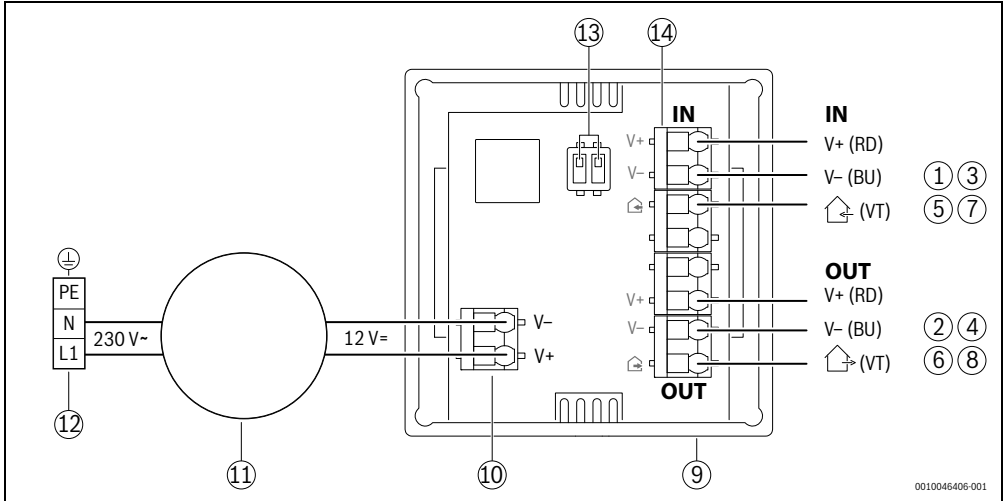

Bild 1
- ▶ LiYY-Kabel mit drei verschiedenen Litzearten wählen und jeweils die Anschlüsse RD, BU und VT an Bedieneinheit (→ Bild 1) und Stecker (→ Bild 4) mit Litze der gleichen Farbe verbinden.